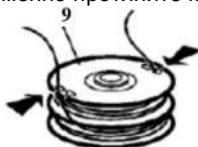

Рис.19
8.Замените катушку (9) и одновременно протяните концы сквозь отверстия. См.рис.19